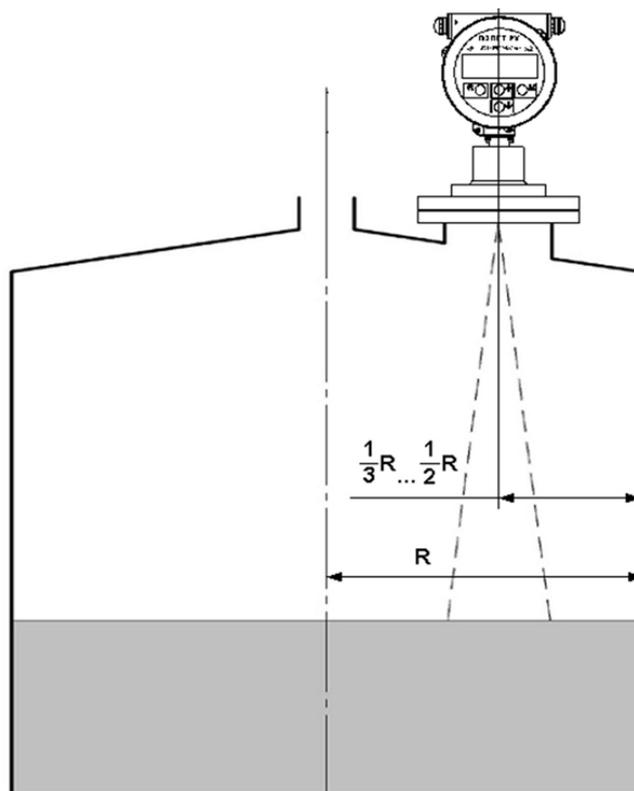

Рисунок 6 – Допустимое расстояние от стенки емкости до оси датчика
- расстояние от стенки емкости до центральной оси датчика уровня выбирать в пределах  $1/3 \dots 1/2$  радиуса резервуара R (см. рисунок 6);